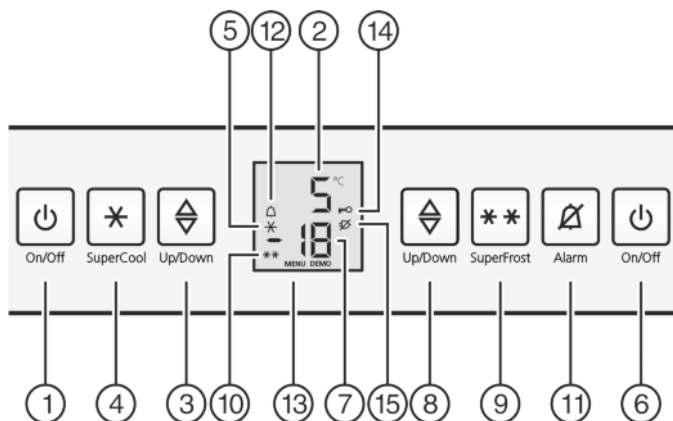

Fig. 2
- ▶ Натиснете бутона On/Off на фризерната част Fig. 2 (6).
- ▶ Натиснете бутона On/Off на хладилната част Fig. 2 (1).
- ▶ Активиране на режим настройки: Натиснете бутона SuperFrost Fig. 2 (9) за ок. 5 секунди.
- ▷ На индикатора се показва символът Меню Fig. 2 (13)
- ▶ Потвърдете чрез кратко натискане на бутона SuperFrost Fig. 2 (9).
- ▷ Символът Защита от деца Fig. 2 (14) светва на индикатора.
- ▶ Натиснете за кратко бутона On/Off фризерна част Fig. 2 (6).
- ▷ Символът Защита от деца Fig. 2 (14) угасва.
- ▶ Натиснете бутона Аларма Fig. 2 (11).
Заедно с това температурният индикатор и графичният символ Аларма Fig. 2 (12) мигат.
Сирената автоматично спира, символът Аларма Fig. 2 (12) угасва и температурният индикатор спира да мига, когато температурата отново е достатъчно ниска.